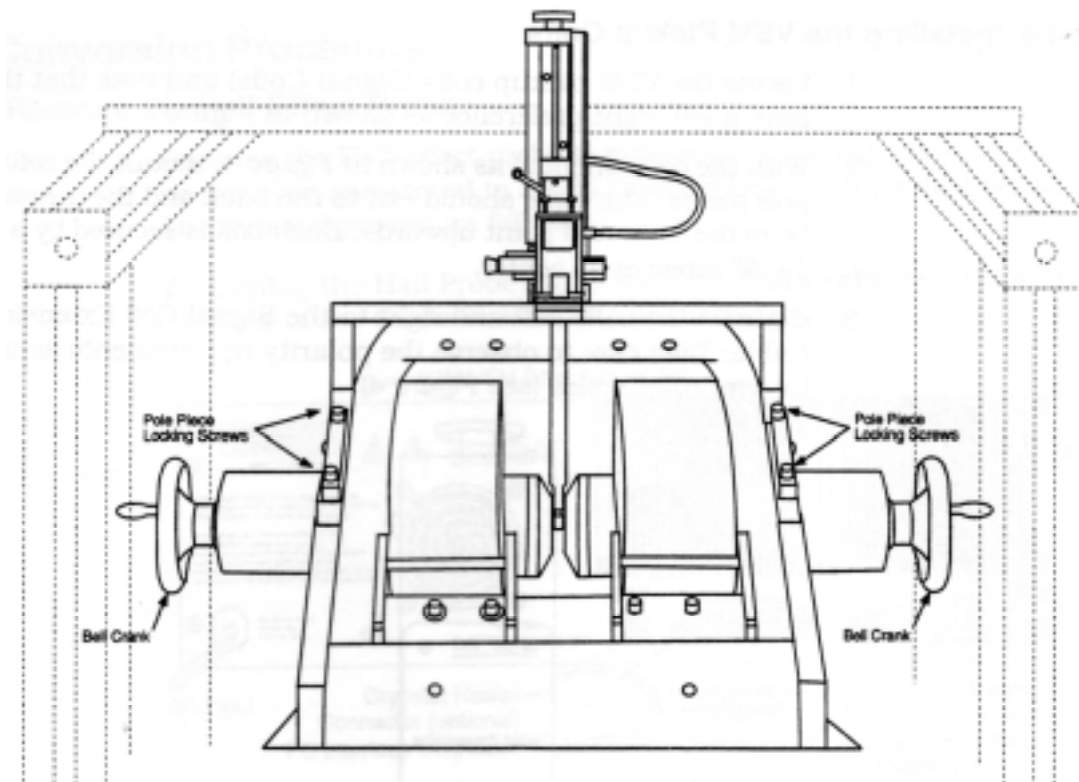

図3 AGM のコンバージョンシステムの場合の前面
- 1、左右のポールにあるポールチップを固定しているボルトを緩めます。2インチシステムでは、3/16"の6角レンチで書くポールのボルトをゆるめ、4インチシステムでは、5/16"の6角レンチで左右のポールにある片側2個のボルトを緩めます。 図3参照